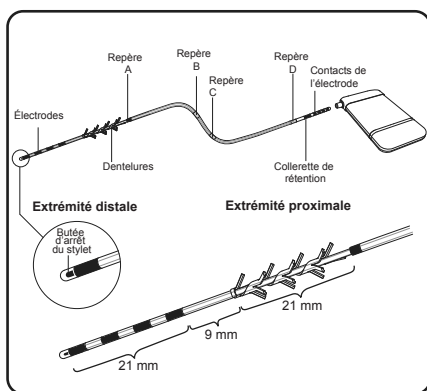

Figure 4. Connexions du câble du programmeur du médecin pour la procédure d'implantation de l'électrode
- e. Insérer la prise noire dans la masse du CP () à côté du câble de stimulation test de l'aiguille (**Figure 4**).
7. Insérer la prise noire du câble de stimulation test de l'aiguille dans le CP en dehors du champ stérile (**Figure 4**). Garder l'extrémité de la pince du câble dans le champ stérile.
9. Insérer la prise grise du câble de stimulation test de l'électrode à ailettes dans le CP, en dehors du champ stérile (**Figure 4**). Garder l'extrémité de la pince du câble dans le champ stérile.